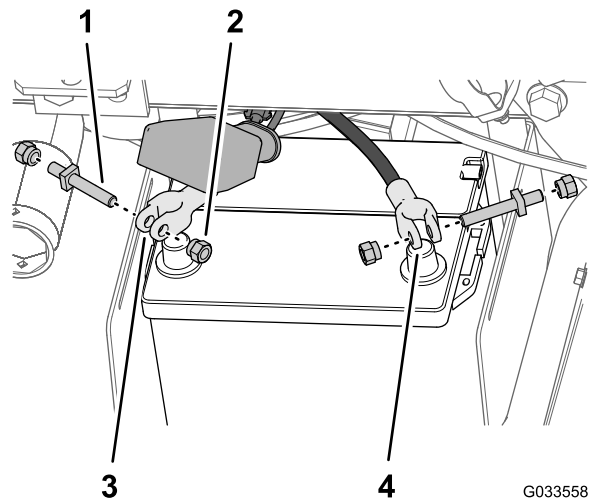

Figura 28
5. Asamblai cu joc un urub de bornă i o piuliă de strângere la clemele cablurilor pozitiv, respectiv negativ ale bateriei (Figura 28).